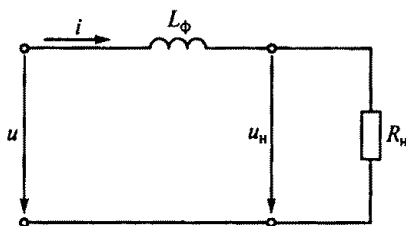

Рис. 117
3.82. В цепи на рис. 117 для уменьшения пульсаций напряжения на нагрузке R_n , подключенной к однополупериодному выпрямителю, использован индуктивный фильтр. К цепи приложено выпрямленное напряжение $u = 70 + 60 \sin \omega t$, $R_n = 100 \text{ Ом}$, $L_\phi = 0,8 \text{ Гн}$ (активным сопротивлением катушки можно пренебречь). Каковы при этом коэффициенты пульсаций приложенного напряжения, напряжения на нагрузке и коэффициент сглаживания фильтра? (Указать неправильный ответ.)